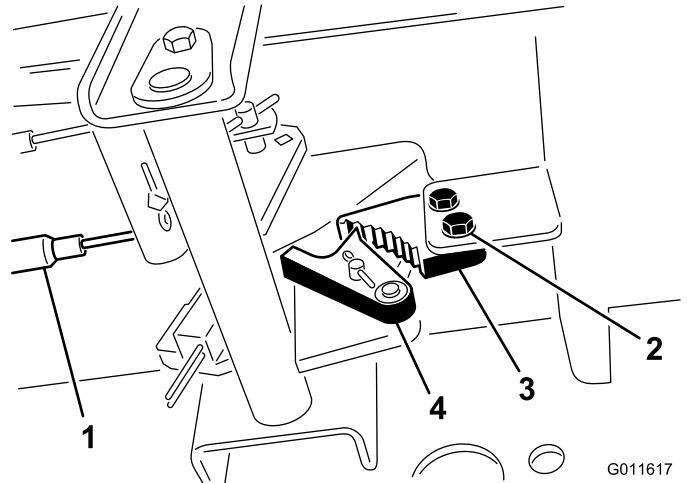

Bild 45
1. Lösen Sie die zwei Schrauben, mit denen die Sperre der Feststellbremse am Rahmen befestigt ist (Bild 45).
2. Drücken Sie das Pedal der Feststellbremse nach vorne, bis der Bremsauslöser ganz an der Bremssperre greift (Bild 45).